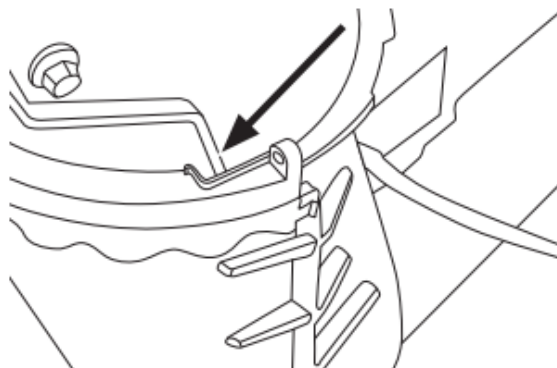

Рисунок 9
(3) Установите задний зажим так, чтобы он соприкасался с передним зажимом с обеих сторон. При помощи винтов из комплекта крепежа зафиксируйте захваты с обеих сторон (рис.9, 10, 11).